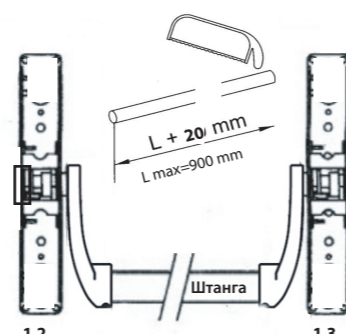

Рис.6
Просверлите отверстия под механизмы крепления согласно сделанной разметке. Закрепите механизмы крепления 1.2 и 1.3 на дверном полотне. Измерьте расстояние между рычагами (L) (Рис.4), прибавьте к длине L 20 мм (заход в рычаги), отметьте это расстояние на штанге и отрежьте штангу (Рис.6).